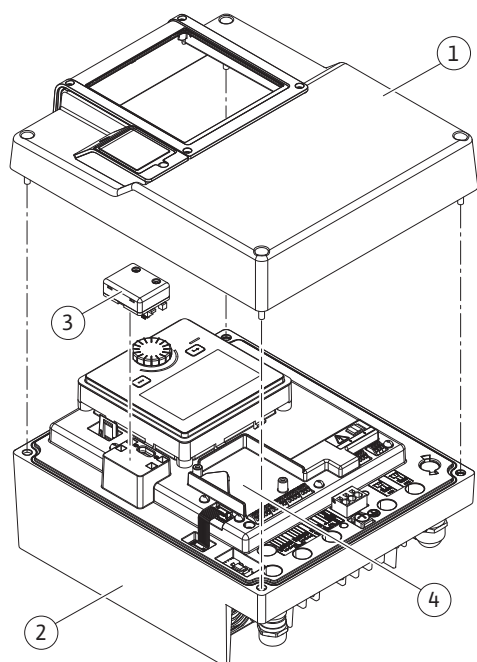
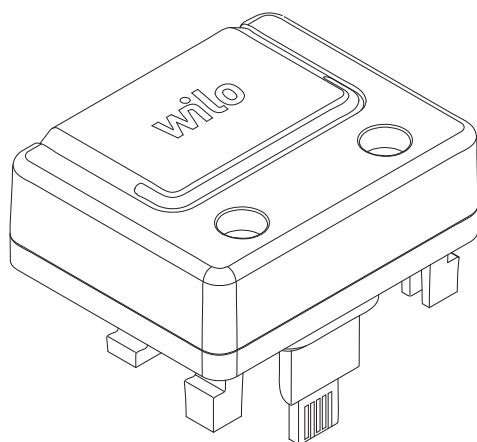

Fig. 25: Elektronikmodul
Fig. 26: Wilo-Smart Connect Modul BT
Die Bluetooth-Schnittstelle (Fig. 25, Pos. 3) Wilo-Smart Connect Modul BT (Fig. 26) dient zur Anbindung an mobile Endgeräte wie Smartphone und Tablet. Mit der Wilo-Smart Connect App lässt sich die Pumpe bedienen, einstellen und Pumpendaten auslesen. Einstellungen siehe Kapitel „Inbetriebnahme“.
3. Wilo-Smart Connect Modul BT in die vorgesehene Schnittstelle stecken. Siehe Fig. 25, Pos. 3.
CIF-Module (Zubehör) dienen zur Kommunikation zwischen Pumpen und Gebäudeleittechnik. CIF-Module werden im Elektronikmodul aufgesteckt (Fig. 25, Pos. 4)